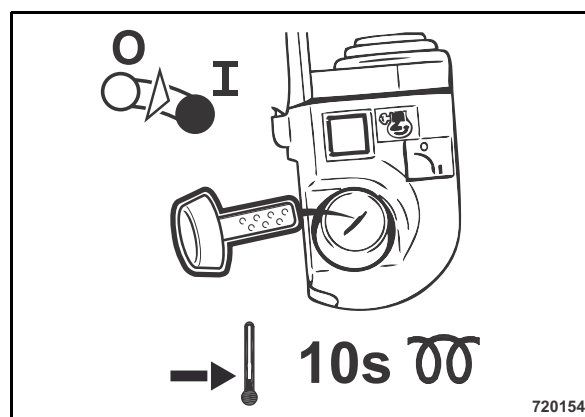

Рис. 33
- Включить зажигание (Рис. 33).